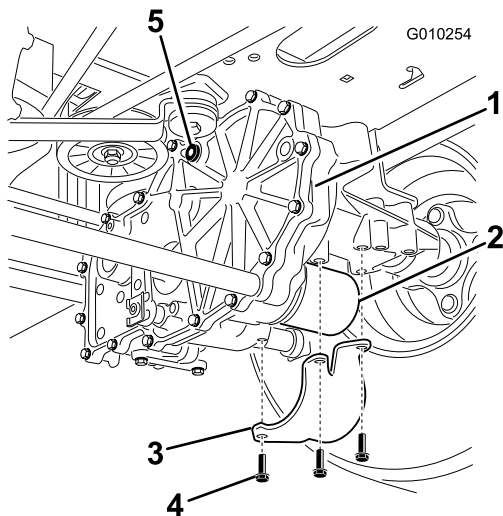

Figura 59
2. Individuate il filtro e le protezioni su ogni sistema di trasmissione (Figura 59). Rimuovete le tre viti con cui è fissata la protezione del filtro.